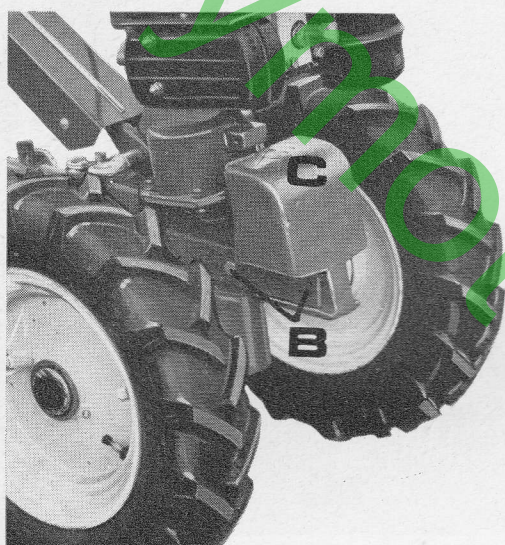

Fig. 10
- Monter le contrepoids C à l'avant de l'attelage A. Ce contrepoids est fixé par les boulons B (fig. 10).